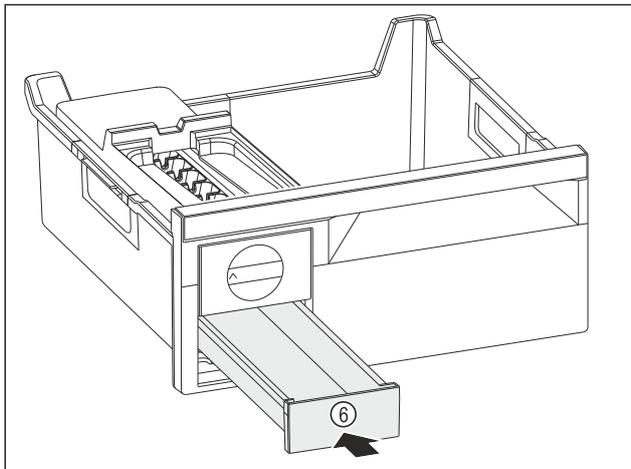

Fig. 146
- ▶ Eiskubenschubfach Fig. 146 (6) einschieben.